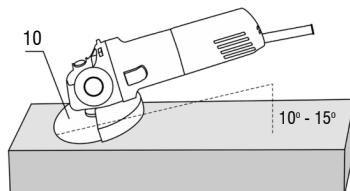

Fig. 10 – Ángulo correcto de esmerilado
- Asegure la máquina en un ángulo de 10 a 15° en relación a la superficie a ser trabajada, Fig. 10. Si el ángulo fuera menor que el recomendado, el trabajo realizado con la herramienta será más difícil de controlar, y forzará demasiado el equipo. Si el ángulo fuera mayor que el recomendado la calidad del trabajo quedará comprometida con muchas rugosidades en la superficie trabajada;